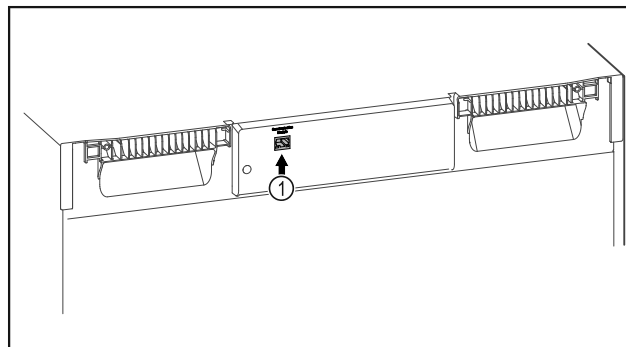

Fig. 131
- SmartModule Fig. 131 (1) er sat i.